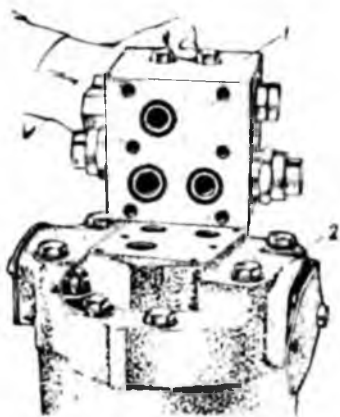

Рис. 26. Снятие клапанной коробки:
**Разборка.** Для замены клапанной коробки в сборе отверните шесть крепежных болтов 29 (см. рис. 3) и снимите клапанную коробку (рис. 26).